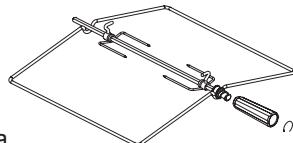
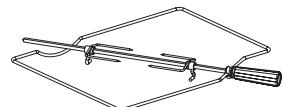

рис. 10
рис. 10.1
- Электрошкаф может комплектоваться вертелеом со съемной рукояткой (рис.10). В зависимости от комфортности, электрошкафы могут комплектоваться вертелами другого исполнения (рис.10.1). При установке и извлечении вертела использовать рукоятку, которая накручивается на резьбовую втулку.